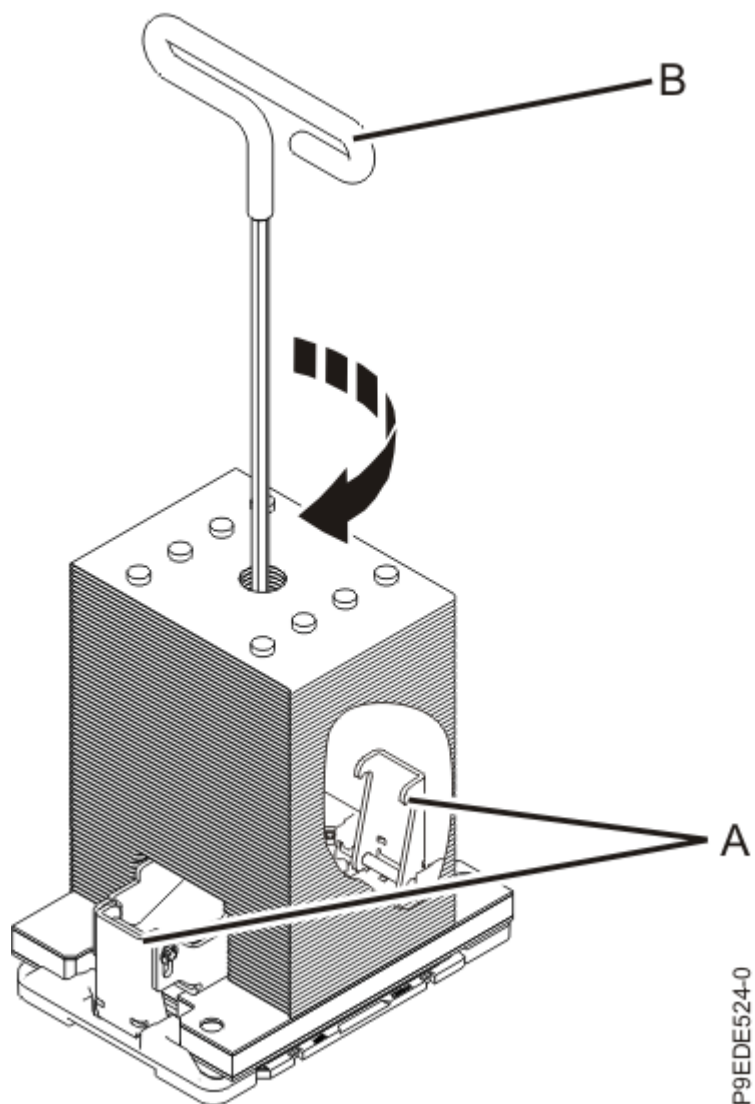

図 30. ヒート・シンク上の中央にあるロードねじの締め付け
- a) ヒート・シンク・ロード・アームが掛かっていることを確認します (32 ページの図 30 の (A) を参照)。
- b) 付属の六角棒スパナを使用して中央のロードねじ (32 ページの図 30 の (B) を参照) を、しっかり止まるまで時計回りに締めます。ヒート・シンクが大きくぐらつく場合、ロード・アームがきちんと掛かっていません。中央のロードねじを緩め、このステップをもう一度繰り返してください。